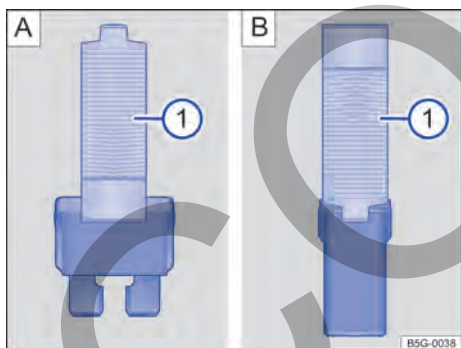

Fig. 138 Retirar o colocar el fusible con la pinza de plástico: **A**) fusible plano, **B**) fusible de bloqueo.
- De ser necesario, retirar la pinza de plástico → fig. 138 **1** de la cubierta de la caja de fusibles.
- De acuerdo con la versión del fusible, colocar las garras adecuadas del alicate plástico → fig. 138 **A** **1** o → fig. 138 **B** **1** de forma lateral en el fusible.